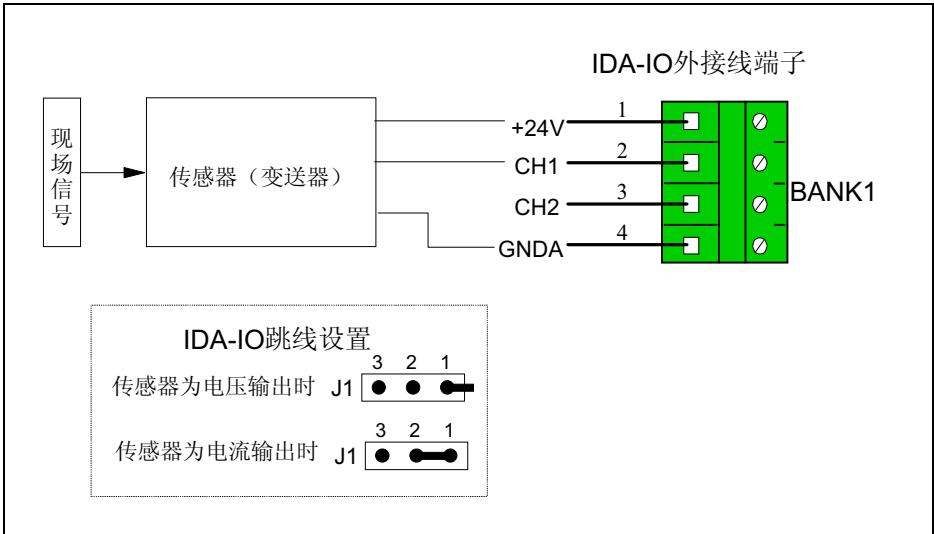

图9-7 24V电源三线制接线示意图
2. 外接传感器或变送器为三线制(输出4~20mA电流或0~10V电压)，需提供电源24VDC时，具体接线方法如图9-7所示。当输出为电流时，软件应将此通道设为直流电流量通道；当输出为电压时，软件应将此通道设为直流电压量通道。